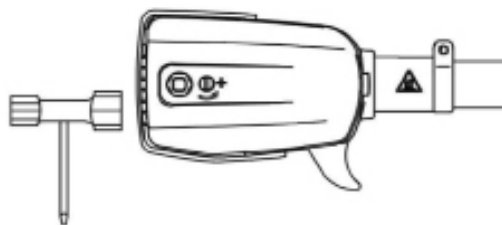
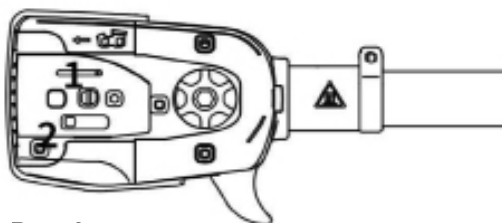

Рис. 5
Рис. 6
1. Комбинированным ключом открутите против часовой стрелки гайку крепления крышки ведущей звездочки (рис. 5) и снимите крышку ведущей звездочки (рис. 6).